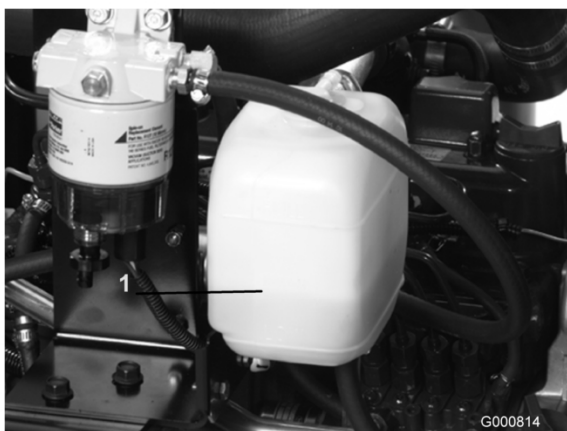

Figure 19
1. Retirez le bouchon du radiateur et le bouchon du vase d'expansion avec précaution (Figure 19).
2. Contrôlez le niveau de liquide de refroidissement dans le radiateur et le vase d'expansion (Figure 19).